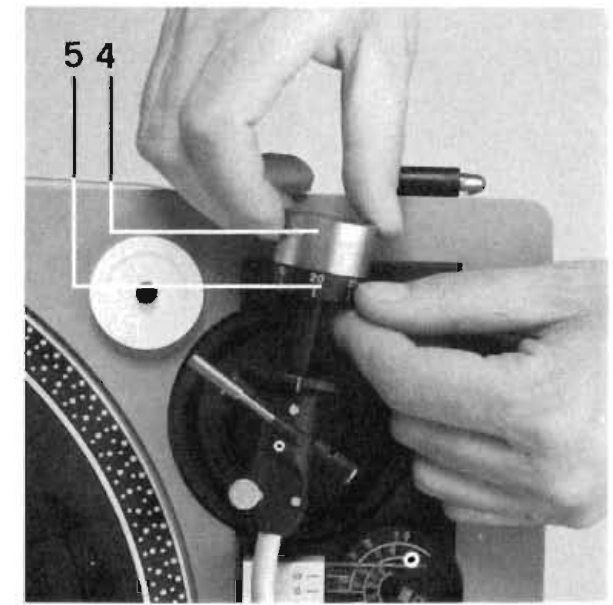

Fig. 6
Legen Sie den Tonarm wieder zurück auf die Tonarmstütze (10) und schließen Sie die Tonarmklammer (11). Halten Sie nun mit der einen Hand das Tonabnehmergewicht (4) fest (Bild 6), und drehen Sie mit der anderen den Skalenring (5) bis der Skalenstrich «0» nach oben zeigt. Nun stellen Sie mit Hilfe des Skalenrings die richtige Auflagekraft gemäss Tabelle Seite 17, zum Beispiel «25 mN» ein: ein Skalenstrich entspricht einem mN (Milli-Newton). Das eingebaute Tonabnehmersystem arbeitet dann optimal. Drehen Sie deshalb das Tonarmgewicht samt dem Skalenring nach rechts, bis der Skalenstrich «25» nach oben zeigt.